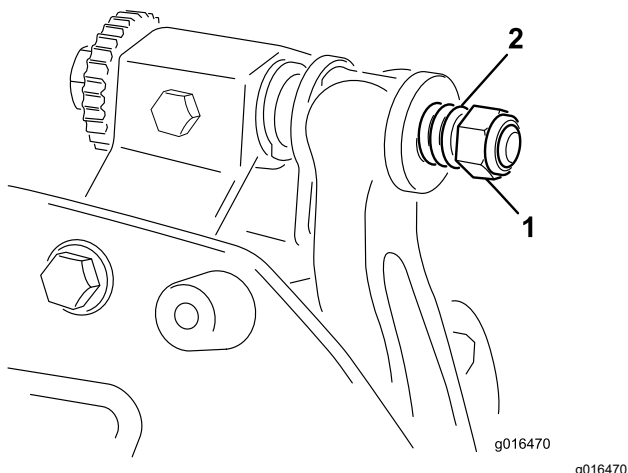

Figura 27
- Serrate il dado di tensione della molla finché la molla non si schiaccia, quindi allentate di 1/2 giro (Figura 27).